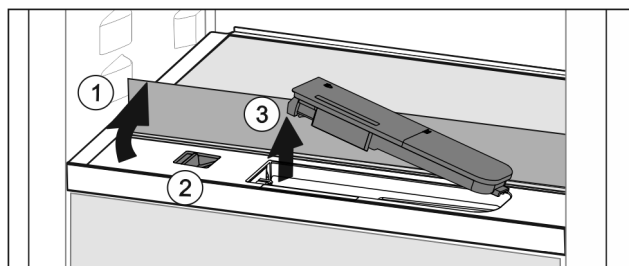

Fig. 87
- ▶ Skleněnou desku nadzvedněte a zaklapněte dozadu až na doraz Fig. 87 (1).
- ▶ Posuvník Fig. 87 (2) posuňte doleva.
- ▶ Vyměňte nádržku na vodu Fig. 87 (3).